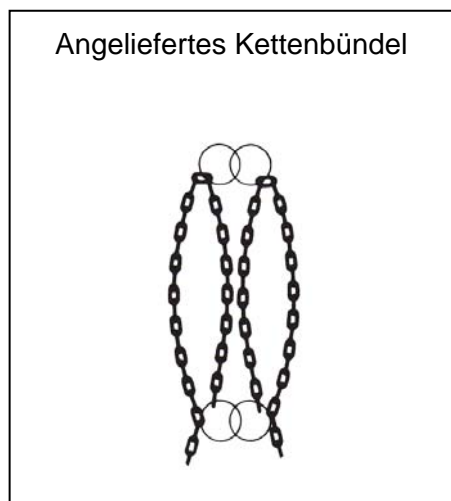

Bild 4
1. Drähte erst kurz vor der Montage entfernen. Kettenpaare könnten durcheinander geraten (Bild 4+5).